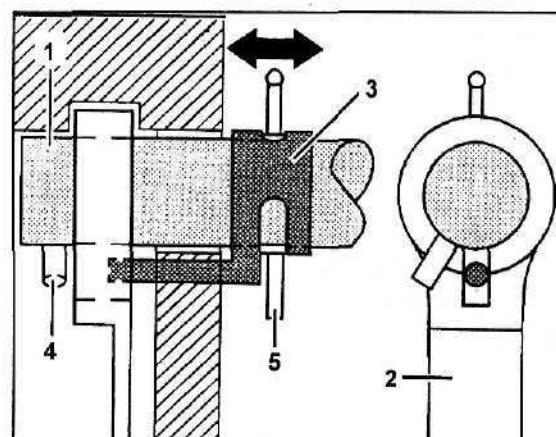

Рис. 8.
Механизм разъединения рычага выбора диапазона и тяги при переключении "D"-“4” (рис. 8) предназначен для разрыва связи между тягой и рычагом. При перемещении рычага выбора диапазона из положения "D" в "4" вал переключения (1) перемещается вдоль оси влево, смещая при этом и цилиндрический штифт (4) на промежуточном рычаге (2). Одновременно блокирующий рычаг (3) входит в паз промежуточного рычага (2). Блокирующий рычаг стопорит промежуточный рычаг (2), благодаря чему тяга фиксируется в положении "D". Цилиндрический штифт (5) фиксирует блокирующий рычаг на вале переключения и находится в пазе ведущей пластины. Этот паз оказывается доступным только при установке рычага выбора диапазона в положение "D".